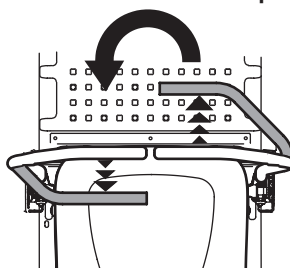

Figura 28
3. Para girar en sentido contrario a las agujas del reloj, mueva la palanca de control de la transmisión derecha hacia adelante mientras mueve simultáneamente la palanca de control de la transmisión izquierda hacia atrás (Figura 28).